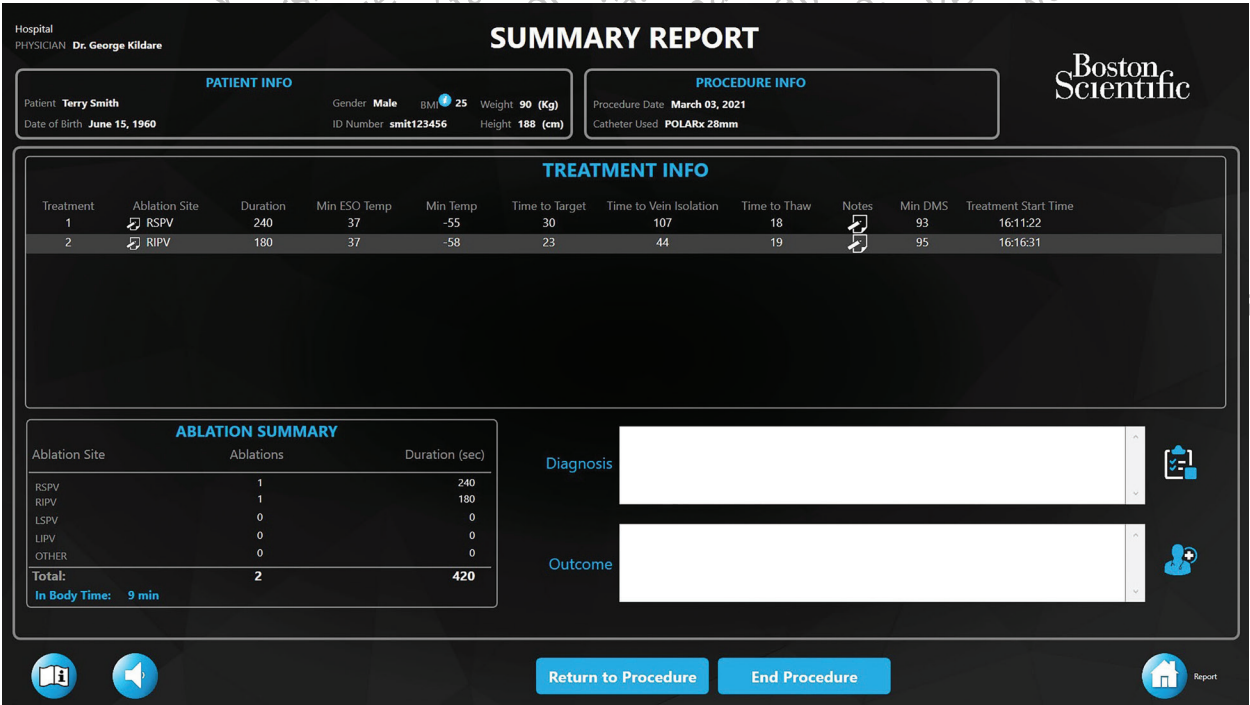

Figura 43. Schermata Summary Report (Referto riassuntivo)
7. Premere il pulsante **Summary Report** (Referto riassuntivo) nella schermata Treatment Records (Schede del trattamento) per visualizzare il riepilogo di tutti i trattamenti del caso selezionato (Figura 43).